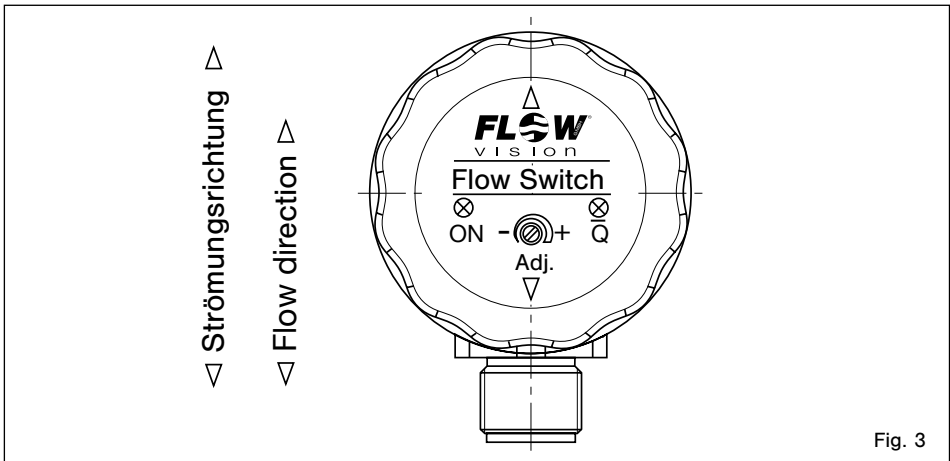
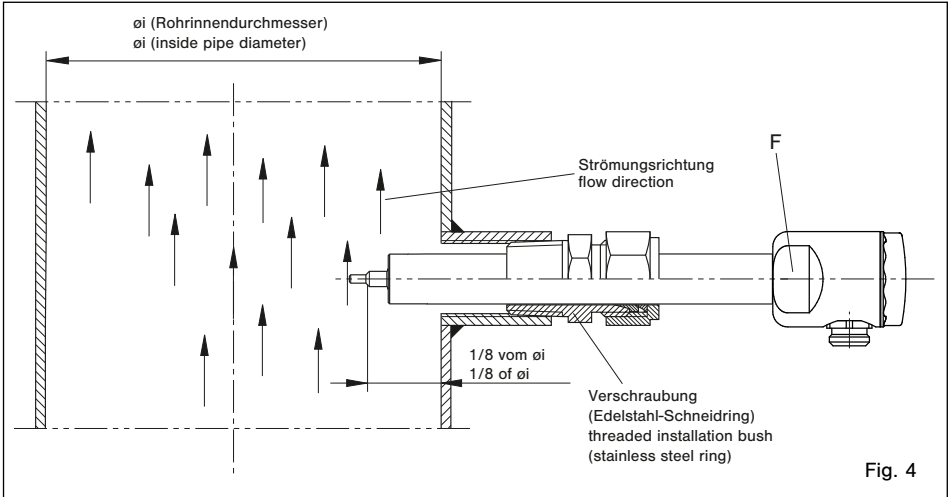

Fig. 3
Fig. 4
- Die beiden Messfühler (S) müssen nebeneinander im Strömungsmedium liegen (siehe Fig. 2). Dies ist der Fall, wenn die Schlüsselansatzflächen (F) parallel zur Rohrleitung stehen (siehe Fig. 4) und die Markierung auf der Frontplatte mit der Strömungsrichtung übereinstimmt (siehe Fig. 3).
Der Absatz der Messfühler (7 mm ab Spitze gemessen) sollte etwa bei 1/8 des Rohrendurchmessers  $\varnothing_i$  liegen (siehe Fig. 4).
- The two sensors (S) on the flow monitor must be aligned side by side directly across the direction of flow (see fig. 2). The sensors are correctly positioned when the wrench flats (F) are aligned parallel with the pipeline (see fig. 4) and when the marking on the front matches the flow direction (see fig. 3).
The bevel of the sensors (measured 7 mm/.28 in. from top) should be positioned at about 1/8 of the inside pipe diameter  $\varnothing_i$  (see fig. 4).